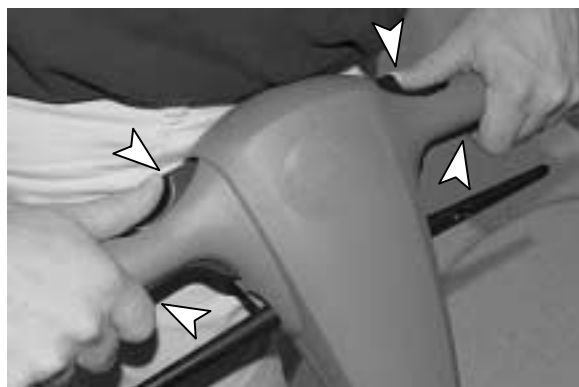

ABB. 12
- Um mit dem Schrubben zu beginnen, halten Sie die Bedienungsgriffe fest, drücken Sie die Hebel der Sicherheitsverriegelung ein und ziehen Sie die An/Aus-Hebel heraus. Sobald die Maschine gestartet ist, lassen Sie den Hebel der Sicherheitsverriegelung los (Abbildung 12).